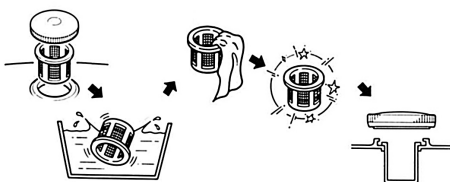

Рис. 24 Обслуживание фильтра топливного бака
Топливный фильтр (2), установленный в горловине бака, проверяйте при каждой заправке бака топливом. При необходимости вынимайте сетчатый фильтр из бака и производите его очистку (Рис. 24). Регулярно проверяйте целостность сетчатого фильтра, при обнаружении механических повреждений замените сетчатый фильтр.